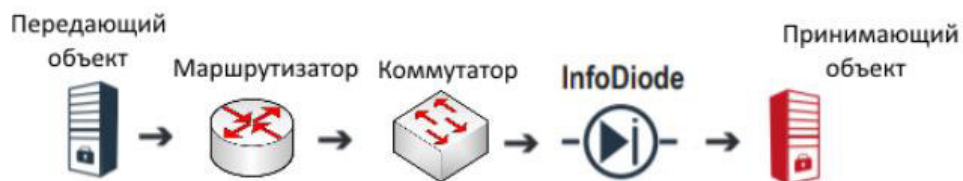

Рис. 11. Изделие установлено после граничного маршрутизатора
**Вариант – 2: приемный объект не имеет внешнего IP-адреса, Изделие установлено после граничного маршрутизатора (Рис. 11)**